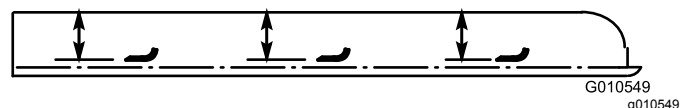

図 26
2. ブレードが前後方向を指すように回転させる。カッティングユニットの天井から各ブレードの前端の刃先までの距離 図 26 を測り、測定値を記録する。